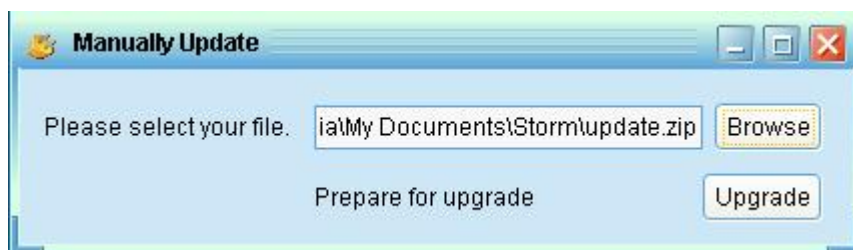

图 3-4
2. 点击<Browse>按钮,选择文件路径。点击<Upgrade>按钮便可进行升级。请参照图 3-4。